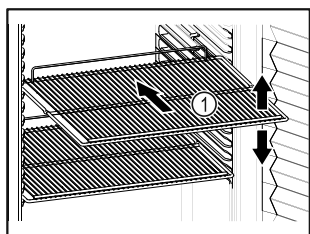

Fig. 84 Représentation à titre d'exemple
- Lorsque les grilles de support Fig. 84 (1) peuvent être déplacées, changez leur position en fonction de la hauteur des aliments.